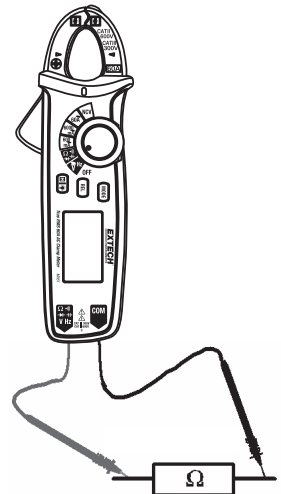

Abb. 7 WIDERSTANDSMESSUNGEN
4. Berühren Sie mit den Spitzen der Messfühler beide Enden des zu prüfenden Messkreises oder der Komponente. Siehe Abb. 7 im Abschnitt „Widerstandsmessung“.